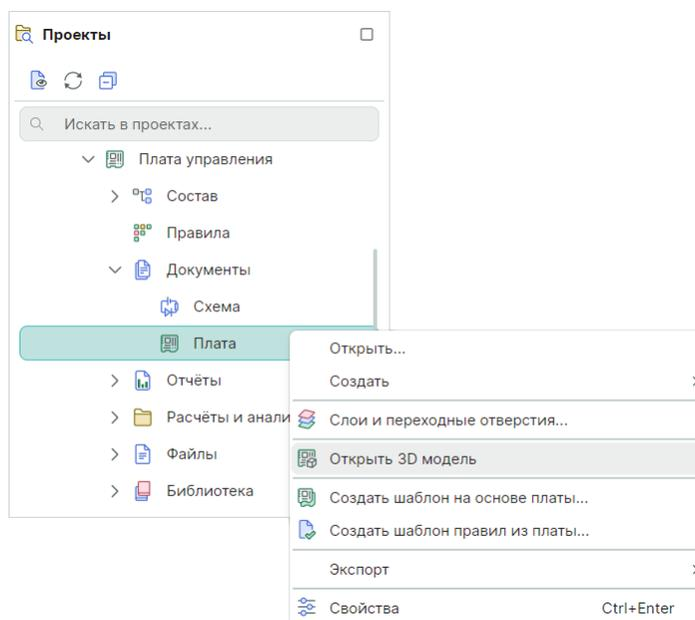

Рис. 574 Открытие 3D модели платы
- С помощью команды контекстного меню «Открыть 3D модель» для узла «Плата», см. Рис. 574.